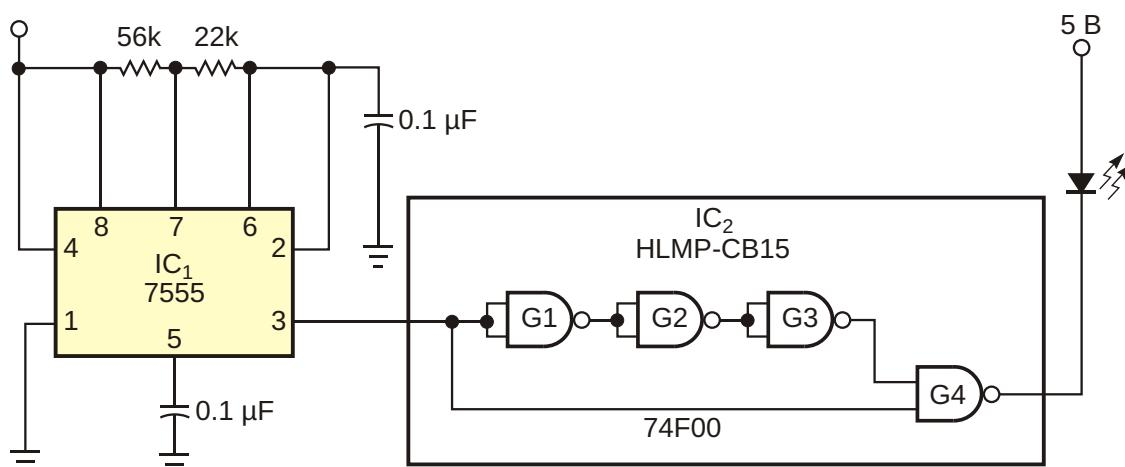

Рисунок 1. Эта схема формирует короткие вспышки синего светодиода.
**Рисунок 1.** ОУ  $A_1$  усиливает и инвертирует синфазное напряжение с коэффициентом 10. Затем этот сигнал поступает на массив пассивных суммирующих цепей. Аналоговый мультиплексор выбирает требуемый входной сигнал, а ОУ  $A_2$  компенсирует ослабление сигнала.
В семействе TTL отсутствуют быстродействующие ждущие мультивибраторы, а у ЭСЛ схем недостаточный размах сигнала и неудобные требования к напряжению питания, что побудило нас обратить внимание на логические элементы серии F, отличающиеся высокой крутизной фронтов и малым временем задержки распространения. Схема предназначена для реализации компактной высокоскоростной импульсной вспышки, используемой в гамма-астрономии при полевых испытаниях быстродействующих фотумножителей. Благодаря использованию лишь двух микросхем (Рисунок 1), удалось